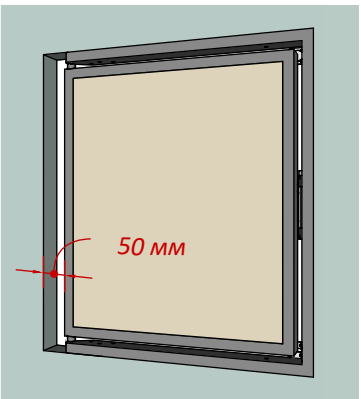
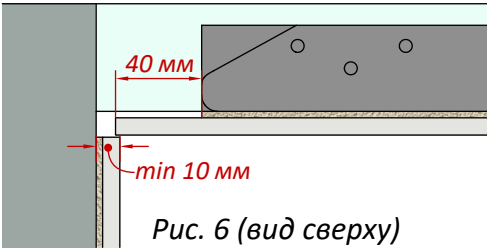

Рис. 4
Рис. 6 (вид сверху)
4. Учитывайте особенность расположения плитки на створке люка со стороны петель, она должна выступать на 40 мм (Рис.1) и при открывании люка эти 40 мм будут входить в проём (Рис.2) на 70 мм от лицевой плоскости люка без клея и плитки (Рис.3). Сам проём расширяем со стороны петель на 50 мм (Рис.4). Эти 50 мм покроют:
- или - зазор не менее 10 мм (Рис.6) *Случай 4,5,6.*
2. Проём расширяем со стороны петель на 50 мм (Рис.4). Эти 50 мм покроют: - плитка на створке люка выступающая на 40 мм (Рис.6). - зазор не менее 10 мм (Рис.6).
1. Проём расширяем со стороны петель на 50 мм (Рис.4). Эти 50 мм покроют: - плитка на створке люка выступающая на 40 мм (Рис.6). - зазор не менее 10 мм (Рис.6).